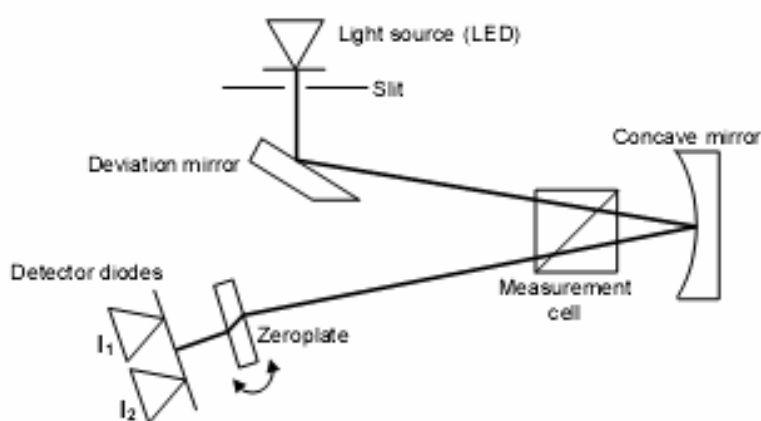

Рис. 3 Схема оптического блока детекторов 2300/2400
Луч света достигает детектирующих диодов 1 и 2 (см. рис.3), которые постоянно регистрируют значения интенсивностей  $I_1$  и  $I_2$ , зависящих от степени отклонения луча. Результатом измерения является разность  $I_1-I_2$  и сумма  $I_1+I_2$ , которые рассчитываются и выводятся в меню SIGNAL.
- Продолжительное нажатие ( $> 3$  с) при нахождении в главном меню активирует переустановку пластины zeroplate (см. рис. 3). В течение этой процедуры на дисплее размещено сообщение “**zeroplate moving**”.